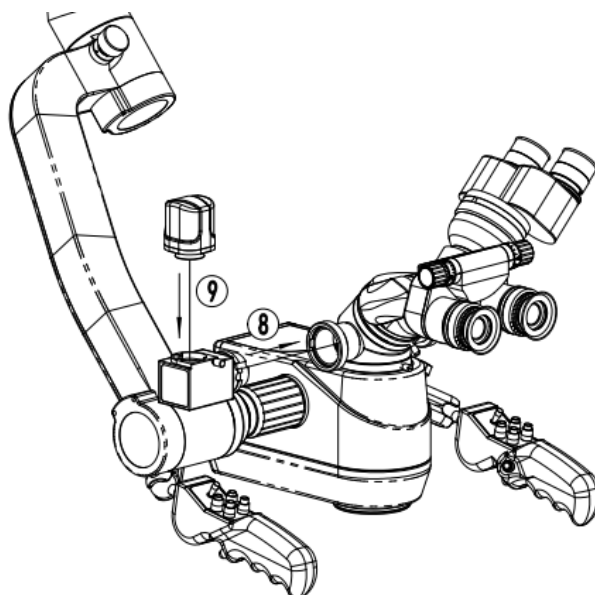

Рис. 7. Схема установки системы внешней камеры
(5) Установка системы внешней камеры (см. рис. 7)
⑧ Извлеките соединительную трубку системы камеры, выполните метод, описанный в шаге 6, для ее подключения к соединению на другой стороне расщепителя луча, после чего поверните стопорное кольцо для фиксации.
⑨ Ослабьте винт на соединительной трубке, вставьте выступающий конец под камерой в отверстие в соединительной трубке, установите в нужное положение и затяните винт.